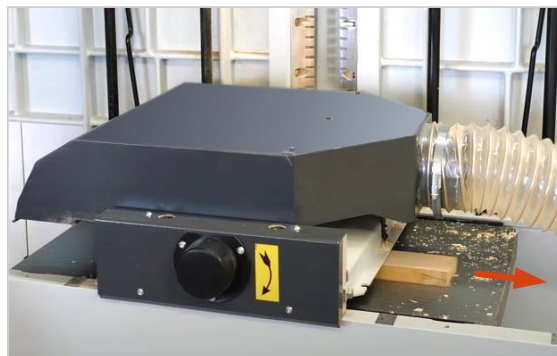

Abbildung 41: Bearbeitungsvorgang "Dickenhobeln"
- Aktivieren Sie nun den Vorschub. Hierzu müssen Sie den Schalthebel (20) nach unten stellen.
- Den Hauptschalter der Maschine (9) einschalten.
- Messerwelle der grünen Drucktaste (B) starten.
- Das Werkstück mit der bereits abgerichteten Seite auf den Dickentisch (21) legen und manuell bis zur Einzugswalze (32) schieben → Das Werkstück wird automatisch zur Messerwelle transportiert, bearbeitet und kann anschließend auf der Auszugsseite entnommen werden (⇒ siehe Abbildung 41).